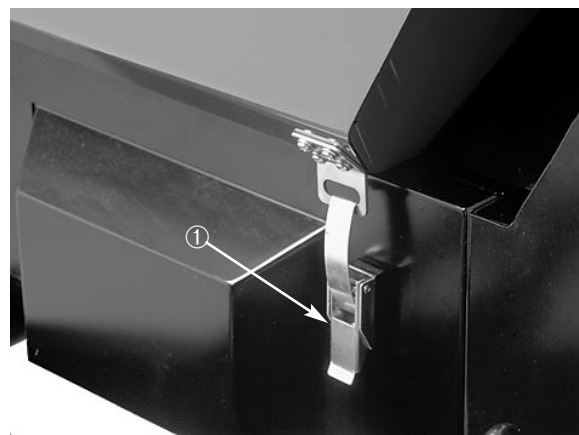

Fig. 1
2. Udløs motorhjelms låse (Fig. 1) og åbn motorhjelmen.